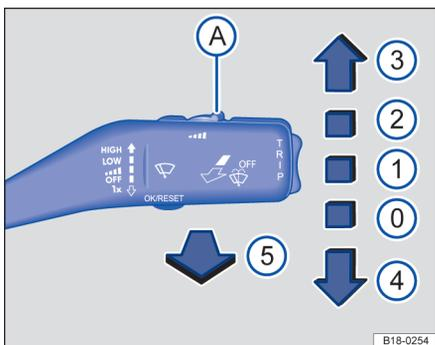

图 100 车窗玻璃刮水器操作杆：调节雨量传感器
- 向下短按车窗玻璃刮水器操作杆⇒图 100④。
将操作杆按压到所需位置 \Rightarrow 图 100：